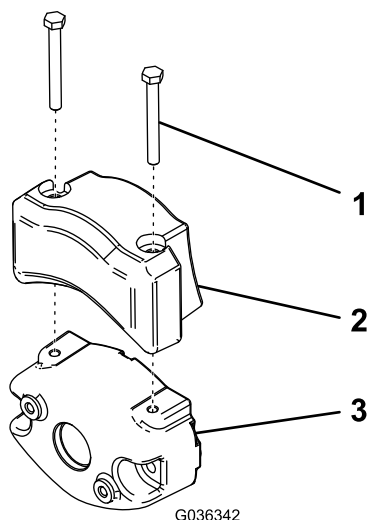

**Figure 48**
**Important:** Chaque fois que vous devez basculer l'unité de coupe, soutenez l'arrière pour que les écrous situés sur les vis de réglage de la barre d'appui ne reposent pas sur la surface de travail (Figure 48).